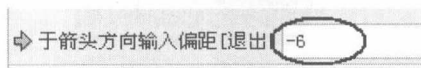
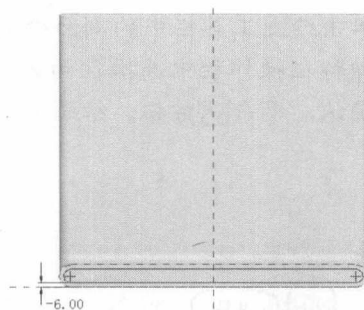

图1-39 输入偏移距离
图1-40 偏移结果
24. 在如图 1-39 所示的操作栏中输入偏移距离为“-6”, 按 **Enter** 键确认, 结果如图 1-40 所示, 双击鼠标中键结束偏移操作。